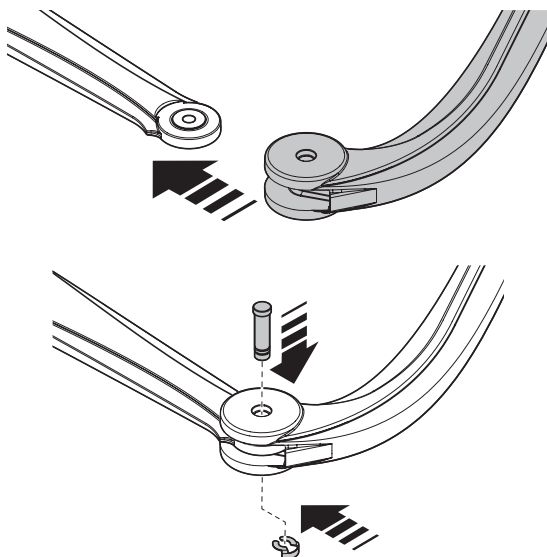

Abb. 9
02. die beiden Arme miteinander mit dem Bolzen und dem Seeger-Ring befestigen **Abb. 9**;